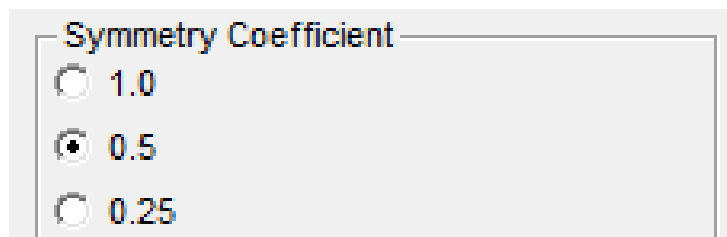

Рис. 10 Установка крепежа Рутмана с симметрией
- Крепеж Рутмана с симметрией (Рис. 10) не поддерживаются и не распознаются программой. Разработчик не планирует добавлять его поддержку.